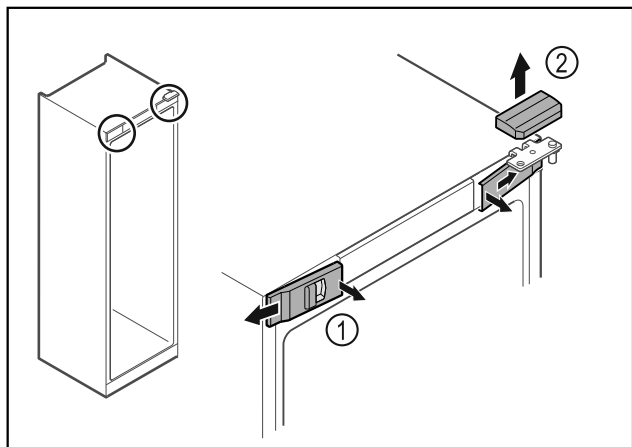

Fig. 9
- Voorste afdekkingen Fig. 9 (1) binnen ontgrendelen en naar de zijkant toe verwijderen.
- Bovenste afdekking Fig. 9 (2) naar boven toe verwijderen.